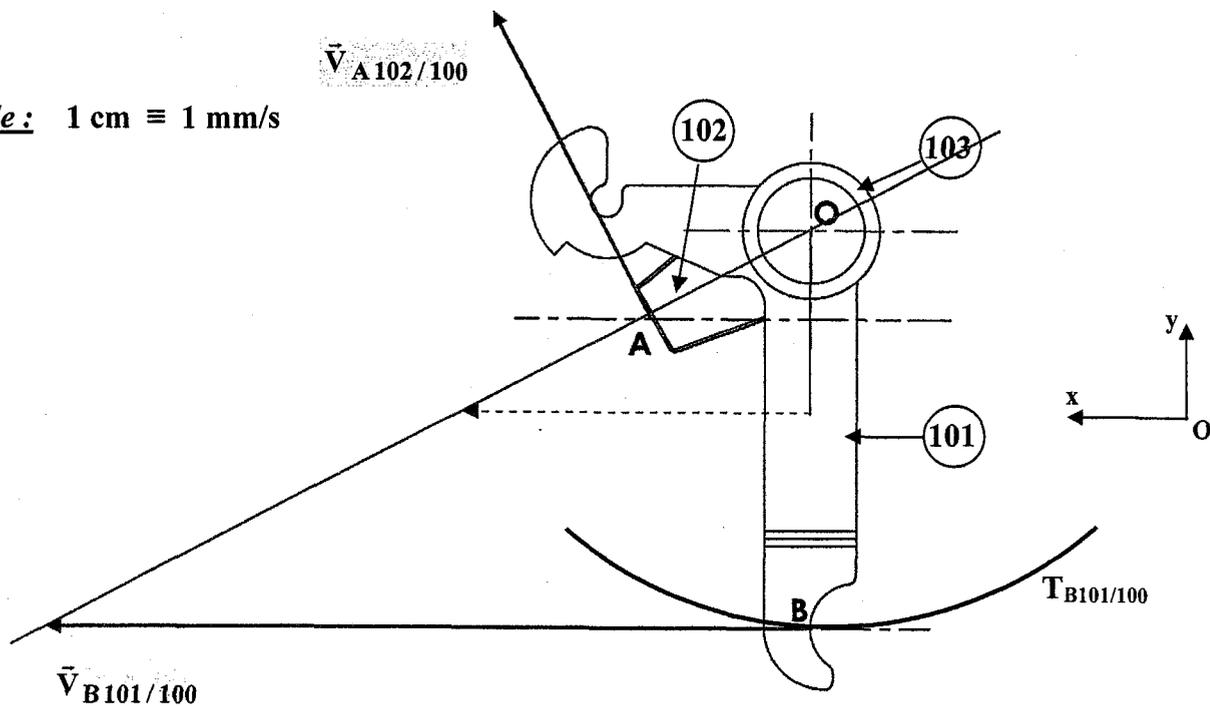

Figure 6
3-1 / Etude cinématique du levier 101. (Voir dessin *Figure 6*, DT 8/14).
3-1-4 / **Tracez** cette trajectoire sur le dessin *Figure 6* de la page suivante DT 8/14.
**Tracez** la vitesse  $\vec{V}_{B 101 / 100}$  sur le dessin *Figure 6* de la page suivante DT 8/14.